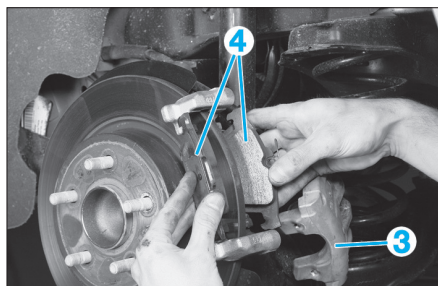

FIG. 11
- Dégager l'étrier de frein (3) (Fig.11).